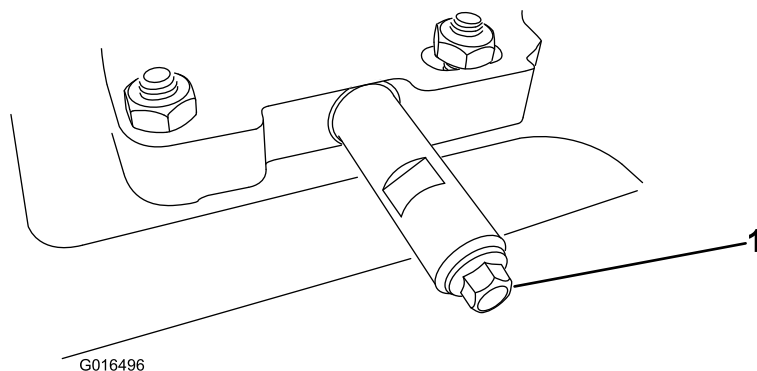

Рисунок 31
1. Очистите поверхность вокруг пробки для слива масла (Рисунок 31).